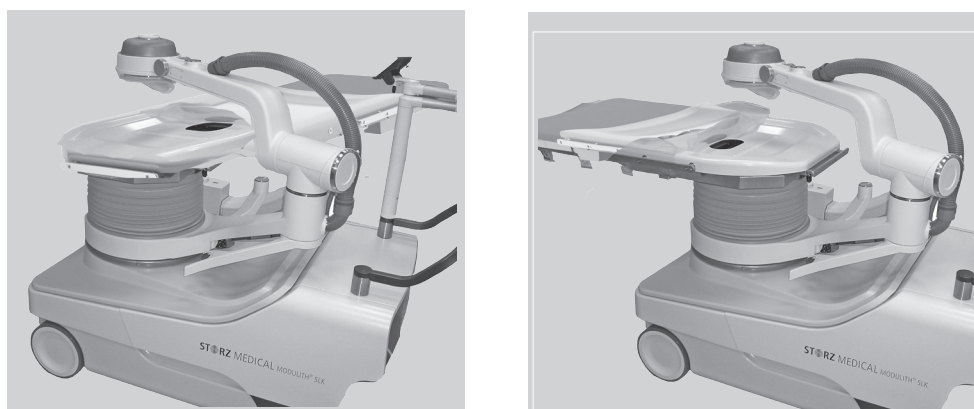

Рисунок 9-3 Поворот стола из рабочего положения (слева) в положение для транспортирования (справа).
- Поверните стол пациента вручную на 90° против часовой стрелки вокруг головного конца стола (см. рис. 9-3 Поворот стола из положения для транспортирования (слева) в рабочее положение (справа)).